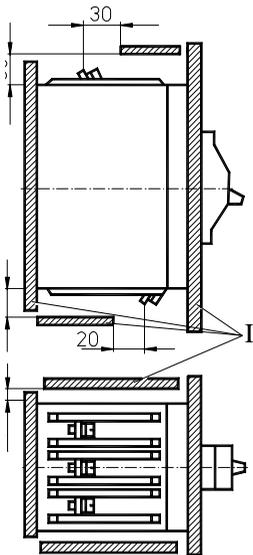

Рис. 5. Минимальные допустимые расстояния между металлическими частями распределительных устройств и выключателем:
8.10 Расстояние между боковыми стенками выключателей должно быть не менее 7мм, между выключателями и другими частями распределительных устройств должно быть не менее указанных на рис. 5 приложения Б.